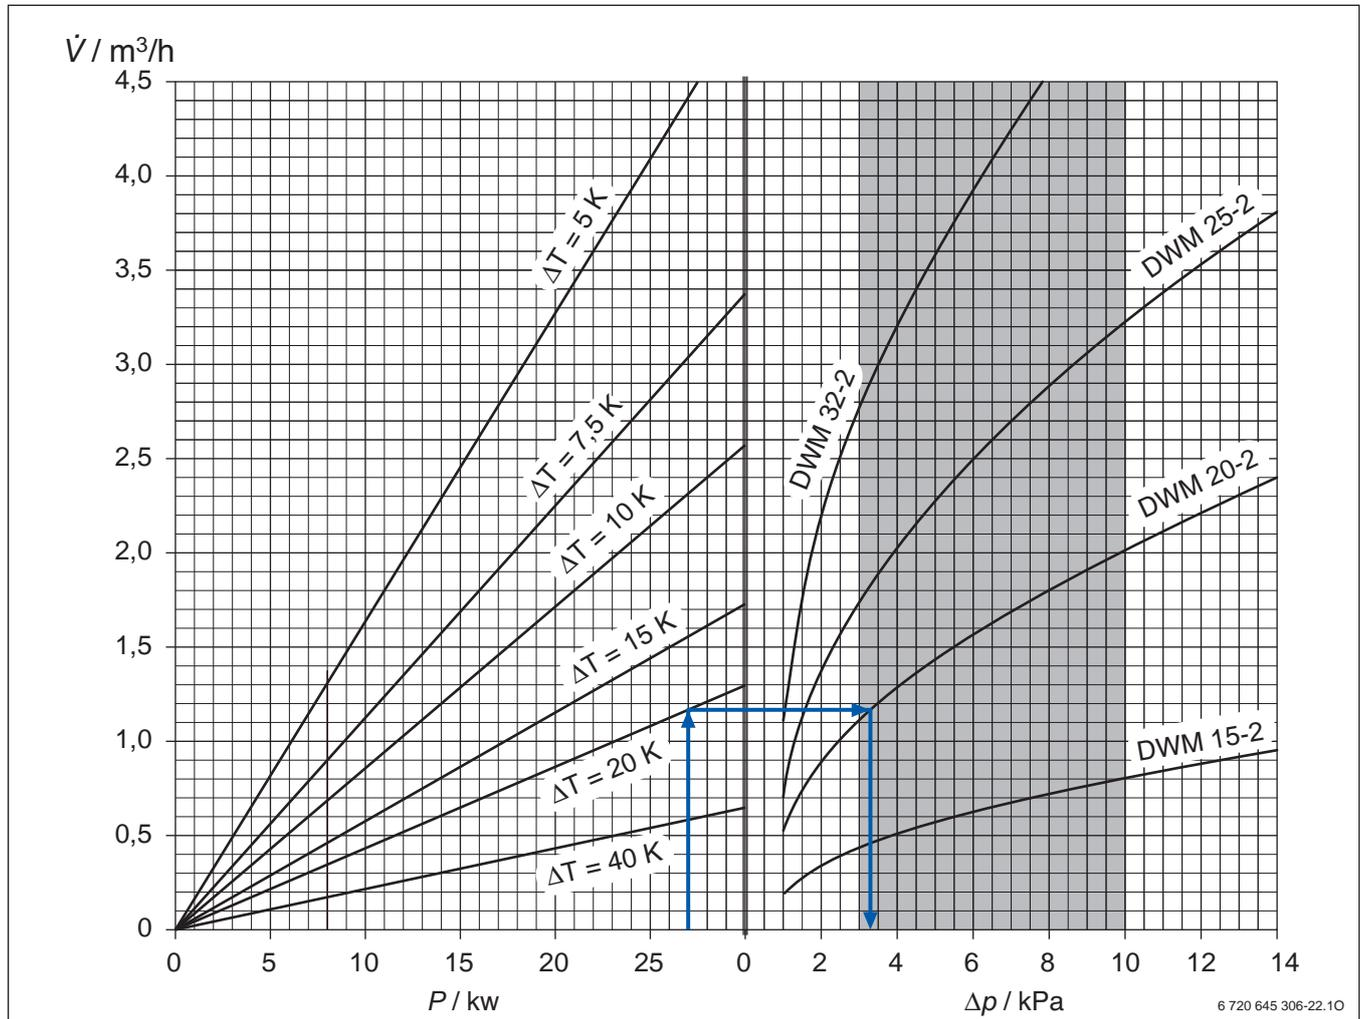

Bild 39 Auslegungsdiagramm für 3-Wege-Mischer
Um eine gute Reglercharakteristik zu erreichen, muss der Druckverlust im Mischer gleich dem Druckverlust des sogenannten „mengenvariablen“ Teils des Rohrnetzes sein, also ebenfalls ~ 3,0 ... 10,0 kPa. Dieser Zusammenhang liegt dem Auslegungsdiagramm (Bild 39) zugrunde.
- ▶ In der linken Hälfte von Bild 39 den Schnittpunkt von der Leistungslinie und der Temperaturdifferenzlinie suchen.
- ▶ In der linken Hälfte von Bild 39 den Schnittpunkt von der Leistungslinie und der Temperaturdifferenzlinie suchen. Dieser Schnittpunkt liegt bei einem Durchfluss von  $\sim 1,16\text{ m}^3/\text{h}$ .